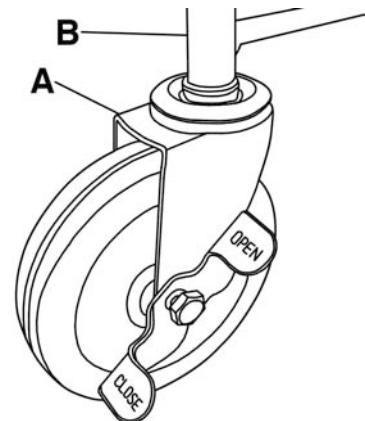
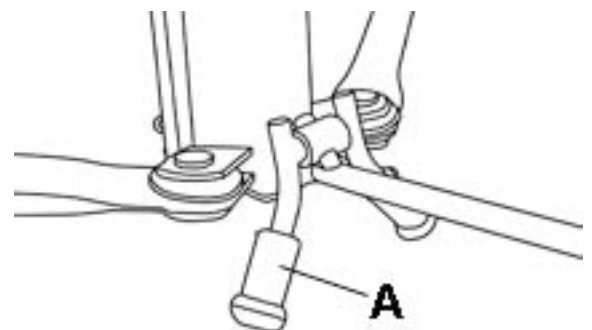

FIGURE 2
FIGURE 3
2) Installez les roulettes verrouillables (A) Fig.2 aux trois jambes
3) Pour empêcher que la base à trépied recule pendant les étapes d'assemblage, verrouillez les roulettes en positionnant les leviers à la position "close" (fermer) tel qu'illustré à la Fig.2 et ensuite baissez le frein de la base (A) Fig.3.
- 1) Pour empêcher que l'appareil de levage ne roule vers l'arrière, abaissez le frein de la base. Voir Fig.3.